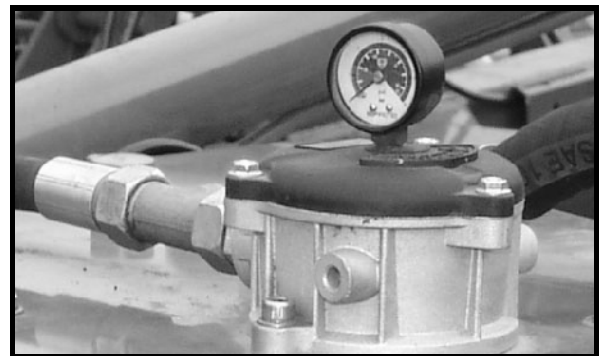

Fig. 124
1. Mettez un récipient adapté sous le bouchon de vidange (Fig. 124/1) (contenance minimum : 35 litres).